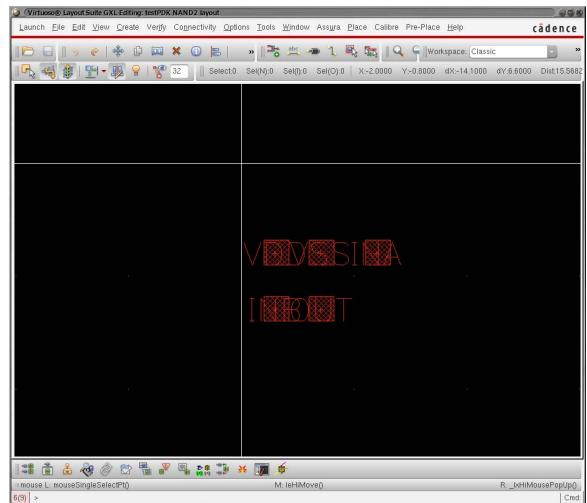

図 30: ピンの周辺を拡大
1. 次に、レイアウトエディタの原点付近を拡大する(マウスの右ボタンダラッグで領域選択)。すると、図 30 に示すように、2 入力 NAND 回路に必要なメタル端子が配置されていることが分かる。このうちの一つのメタルの Rectangle を Move コマンドで移動して他の Rectangle に近づけてみる。